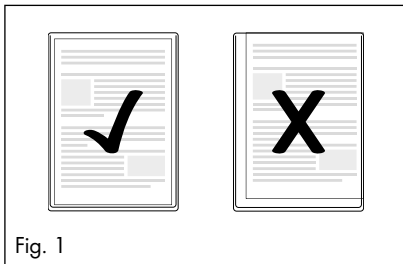

Fig. 1
- ▶ Vær opmærksom på, at alle dokumentets kanter skal have mindst to millimeters afstand til folielommens kant som vist på fig. 1.